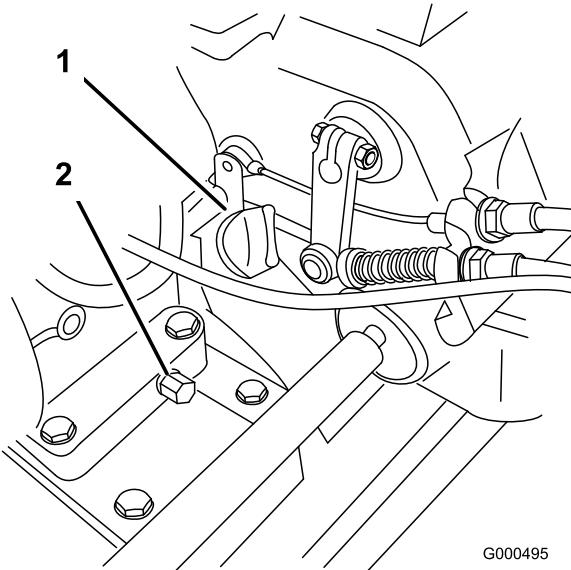

Figure 20
1. Positionnez la machine de sorte que le moteur soit de niveau et nettoyez la surface autour de la jauge d'huile (Figure 20).
- Placez un bac de vidange sous le bouchon de vidange à l'arrière de la machine (Figure 20). Enlevez le bouchon de vidange.